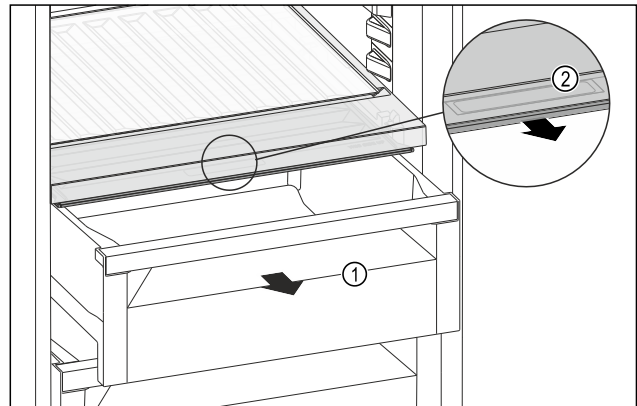

Fig. 122
- ▶ Извлеките выдвижной ящик Fig. 122 (1).
- ▶ Возьмитесь за утепленную ручку Fig. 122 (2) на крышке отделения и одновременно потяните крышку отделения вперед.